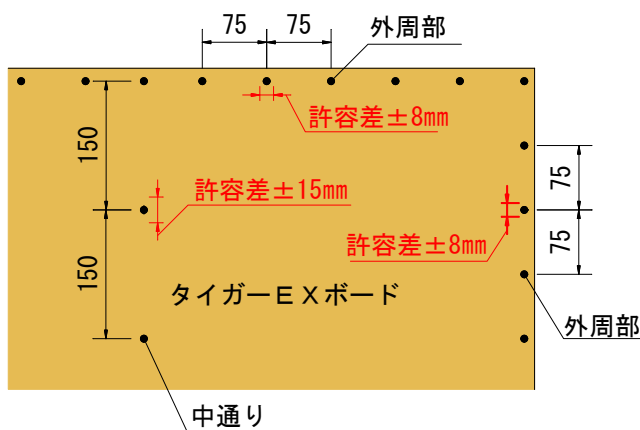
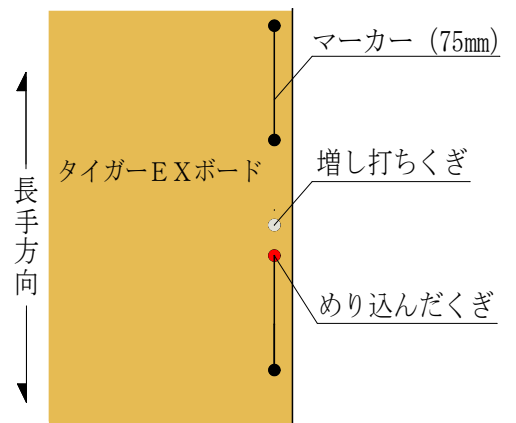

図2-1 マーキングからのずれの許容差について
図2-2 増し打ち概略
- ・タイガーEX ボードは、幅・高さの寸法に応じてくぎ本数が規定されていますので、P7 表5の一覧表に記載の本数を遵守してください。また、タイガーEX ボードは、原則1枚張りとします。縦継ぎ張りとする場合については、P27「⑧縦継ぎ張りについて」をご確認ください。
- ・くぎ留め間隔が外周部で75mm（マーキングからのくぎのずれの許容差：±8mm）以下、中通りで150mm（マーキングからのくぎのずれの許容差：±15mm）以下になっていない場合やくぎがめり込んだ場合、外周部75mm以下、中通り150mm以下になるようにくぎを増し打ちしてください（図2-1、図2-2参照）。
- ・木材の節などによりくぎが斜めに打ち込まれ、下地から外れている場合、その近くにくぎを増し打ちしてください（図2-2参照）。